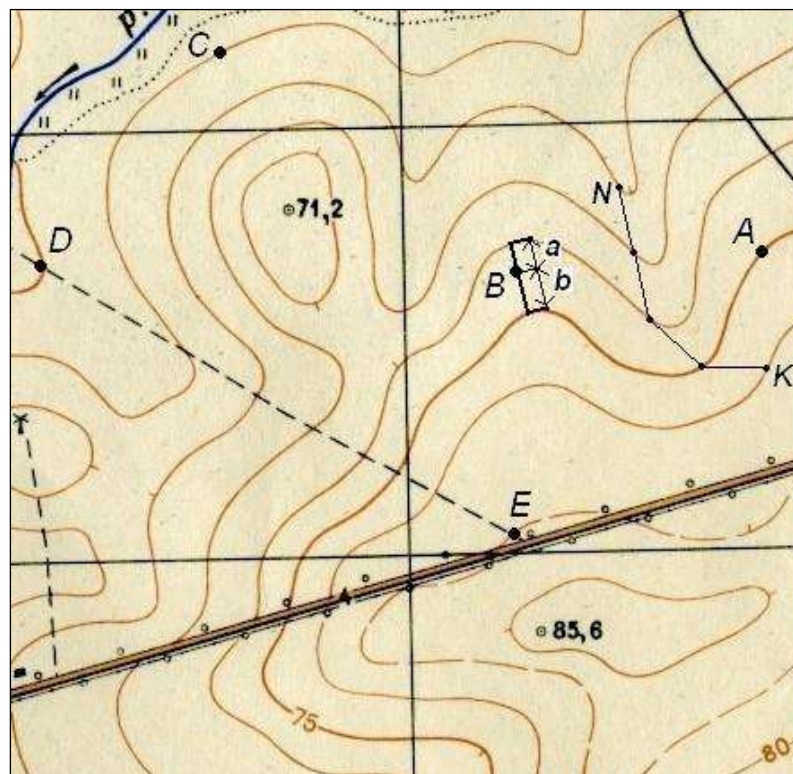

Рисунок 4.1. Определение отметок точек на карте с горизонталями
Под графиком линейного масштаба на карте подписано (см. рис. 4.1): сплошные горизонтالي проведены через 5 метров, т.е. высота сечения рельефа h равна 5 м.
1. Точка лежит на горизонтали. В этом случае отметка точки равна отметке горизонтали (см. рис. 4.1): $H_A = 75$ м; $H_C = 55$ м.